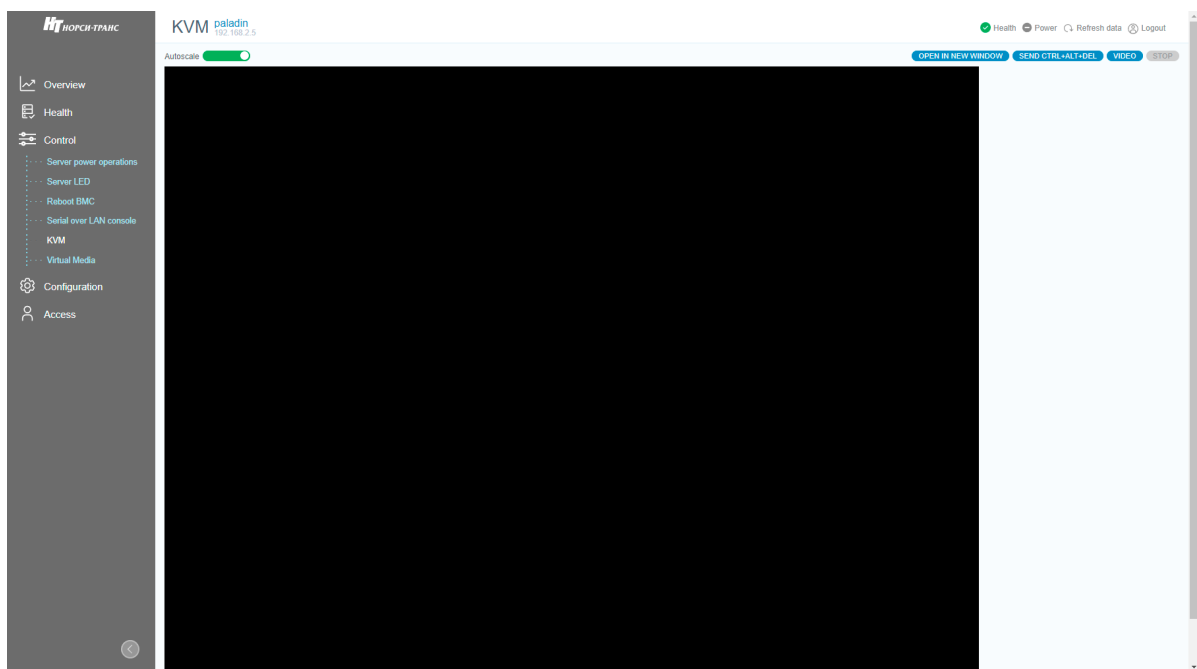

Рис. 73. Окно «KVM»
- 6) Пройдите во вкладку «Control» → «KVM» в данной вкладке осуществляется удаленное управление BIOS. Окно показано на рис. 73 Окно «KVM»